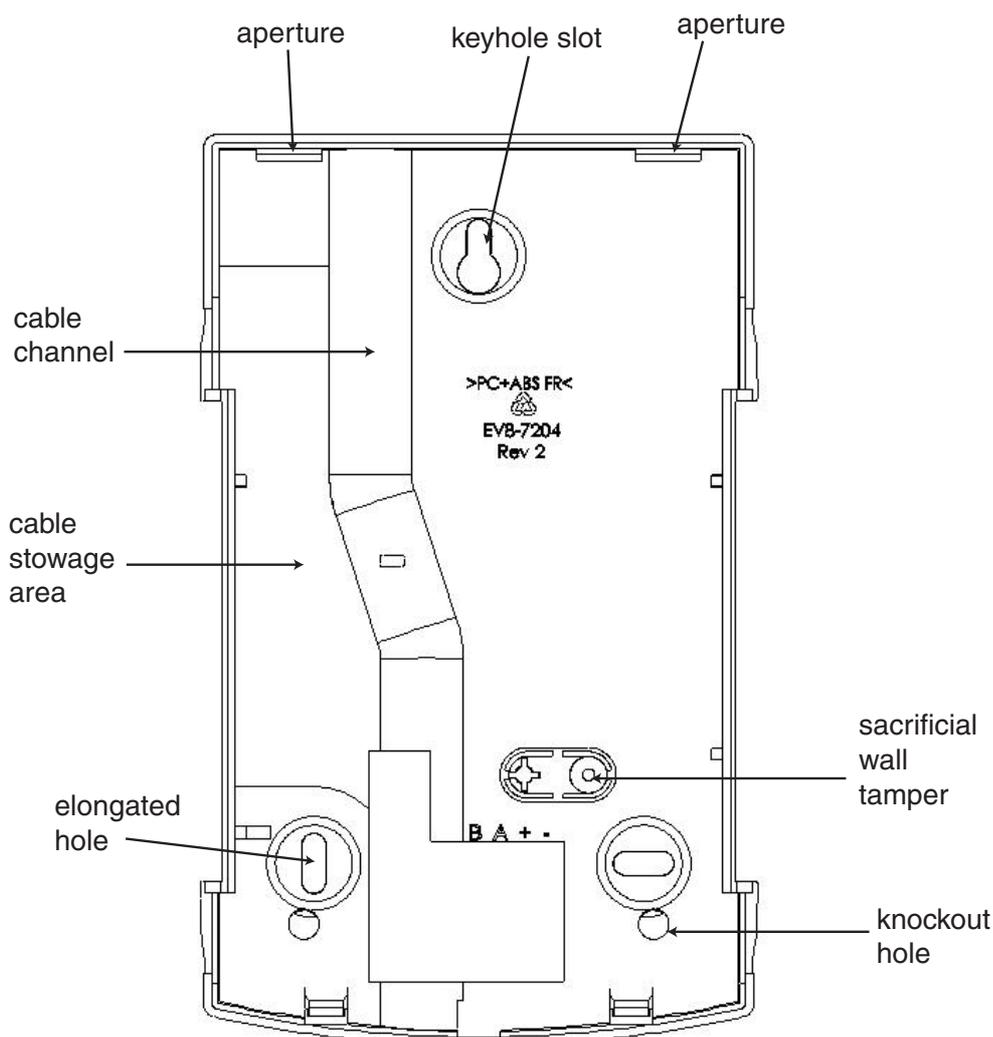

Figura 18. Installazione della parte posteriore della tastiera Galaxy Mk7
6. Se viene richiesto un tamper antistrappo, utilizzando una vite a croce n. 6, fissare il tamper alla parete, come indicato nella Figura 18. Accertarsi che il foro incompleto del tamper sia ancora collegato allo stampo della parte posteriore.